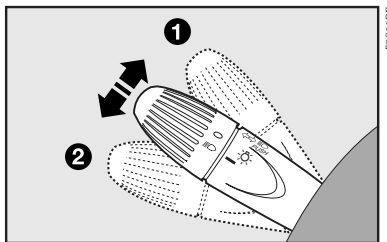

fig. 36
## Luzes de direção (setas) - fig. 36
**NOTA:** caso queira sinalizar uma mudança de faixa, mova a alavanca (posição 1 ou 2 fig. 36) no estado instável por menos de meio segundo. A seta do lado selecionado emitirá 3 lampejos e em seguida se desliga automaticamente.